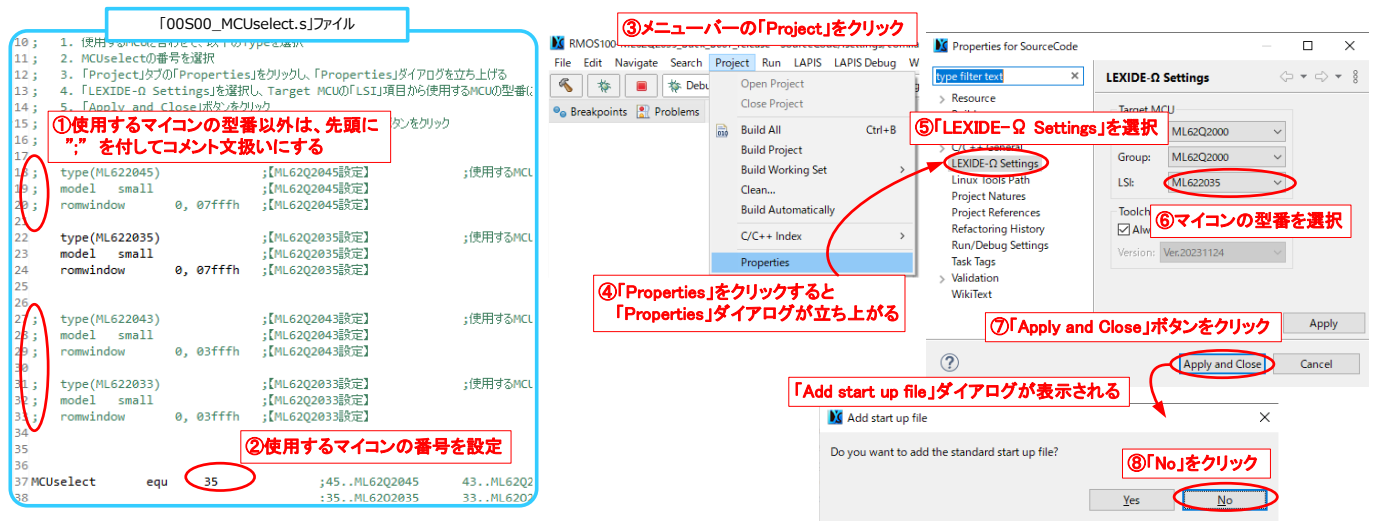

Figure 4-1. マイコンの型番変更
使用するマイコンの型番を変更する時は、Figure 4-1 に従って、編集作業を行います。
注意：⑧の手順で誤って「Yes」をクリックすると、「SourceCode」フォルダ内に「ML6220xx.ASM」ファイルが生成されます。この状態でビルドを実行するとエラーメッセージが表示されます。そのため、「ML6220xx.ASM」ファイルは必ず削除した後にビルドを実行してください。ファイルが削除できていれば、Figure 4-1 の手順を再度行う必要はありません。